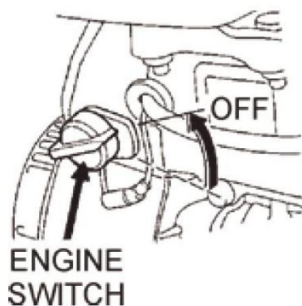

FIG.12
10.2 Efter att motorn svalnat, vrid motorns start/stopp-omkopplare till läget "OFF" (FIG. 12).